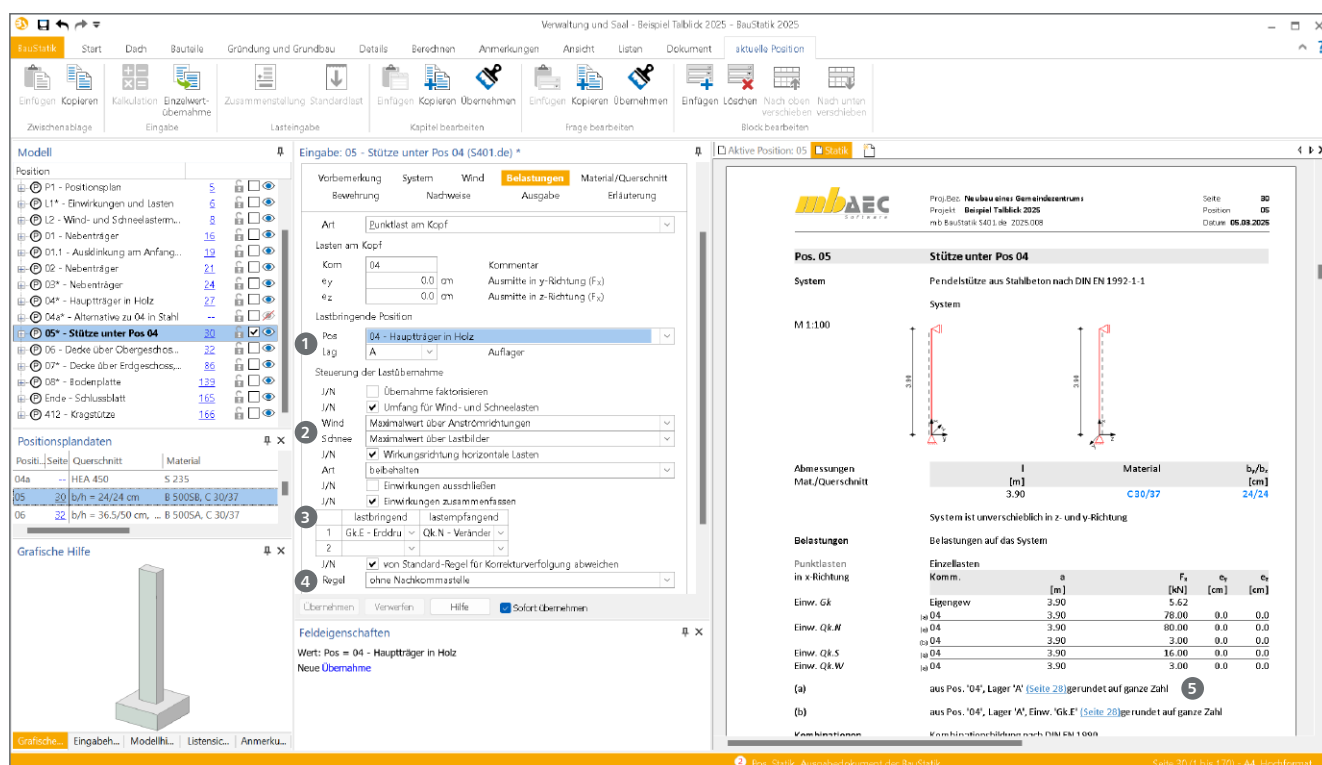

Bild 5. Lastabtrag zwischen Balken und Stütze mit umfangreich genutzten Eigenschaften
Für das Beispiel 2 wird ein Lastabtrag zwischen einem Träger und einer Stütze gewählt. Bild 5 zeigt die Steuerung des Lastabtrages. Es wird deutlich, dass zentral die Lastquelle durch Auswahl eines Lagers ① des Trägers erfolgt.